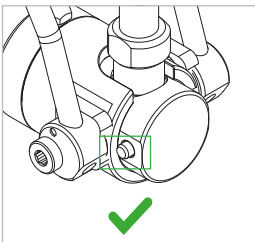

Abbildung 6
**Achtung:** Der Sicherheitsstift (Pos. 5) am Adapter muss nach Druckbeaufschlagung ausgefahren sein (*Abbildung 6*). Die Betätigung ist blockiert, der Adapter kann unter Druck nicht gelöst werden.